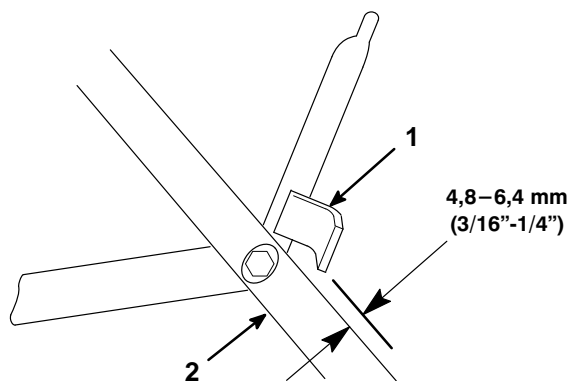

Abbildung 29
2. ÜBERPRÜFUNG DER EINSTELLUNG (Abb. 29) — Den Fahrtriebshebel zur Griffstange ziehen, bis der Durchhang aus dem Kabel beseitigt ist. Der Abstand zwischen Bremshebel und Griffstange muß 4,8-6,4 mm (3/16"-1/4") betragen. Zur Einstellung siehe Schritt 3.